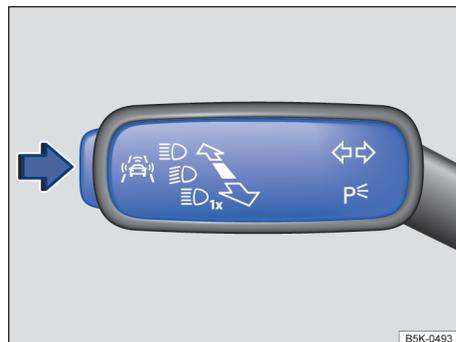

图 18 转向信号灯/远光操纵杆：驾驶辅助系统操作按钮
- 按图示箭头方向按压按钮→图 18 打开驾驶员辅助系统菜单。